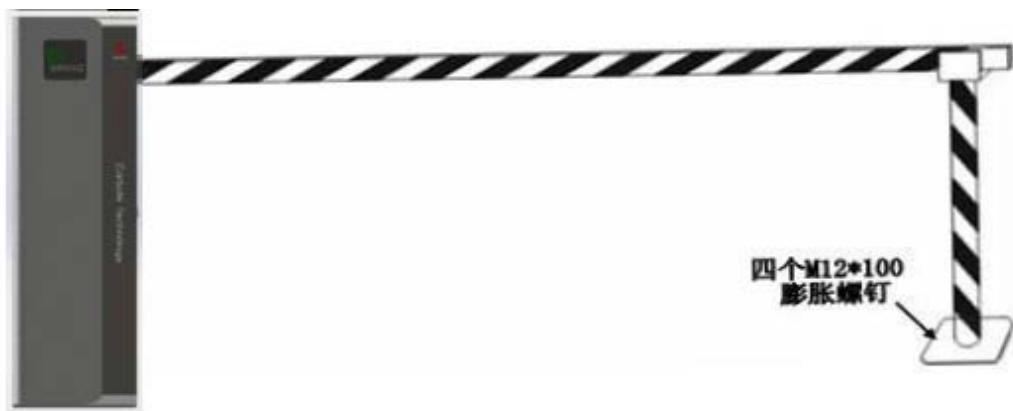

图 13
- b. 确定四个地脚螺栓孔位置，打上四个 M12 的膨胀螺栓或用水泥埋上四个 M12 脚螺栓（如图 13）；